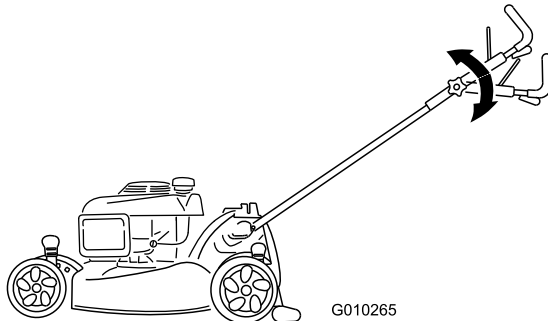

Bild 18
2. Bewegen Sie den oberen Holm in die gewünschte Stellung (Bild 18).